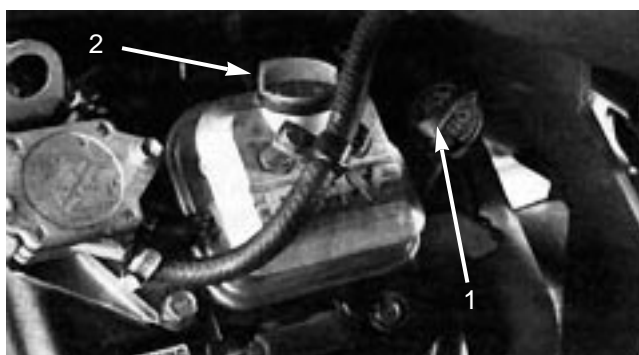

図 12
2. ディップスティック (図12) を外し、付いているオイルをきれいな布で拭き取り、もう一度一杯にねじ込んで抜き取り、油量を点検する。油量が少なければ、バルブカバーについている給油口からゆっくりと補給する。ディップスティックのFull位置までオイルを補給する。